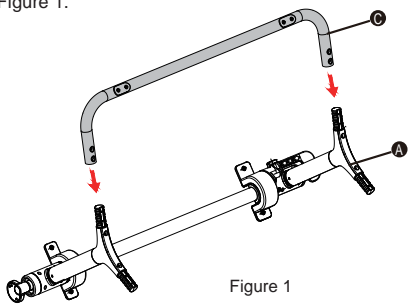

Figure 1
Step 2: Connect the elevation and rotation assembly A to the rear bottom pipe C, as shown in Figure 1.
Шаг 2: Соедините заднюю нижнюю трубу (С) с основной рамой (А). См. рис. 1.